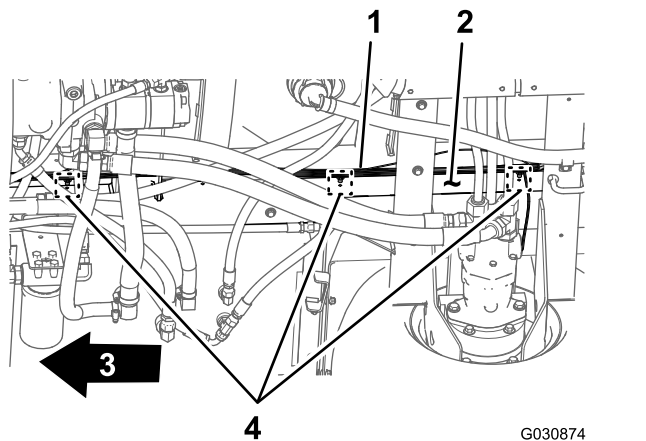

图 52
3. 拆下将后线束固定到机器右机架管中的孔的 3 个压入式紧固件图 52。